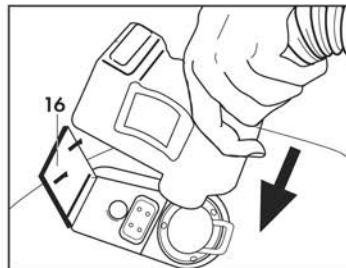

Fig. 6
Fermer le volet de la prise des accessoires (16) sur le corps de la fixation rapide en vous assurant que les deux éléments (3-4) s'accrochent. (**Fig. 6**)